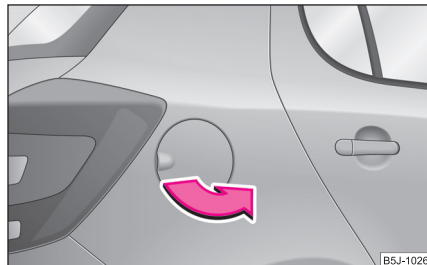

Abb. 165 Fahrzeugseite hinten rechts: Tankklappe
- Klappen Sie die Tankklappe mit der Hand auf ⇒ Abb. 165.